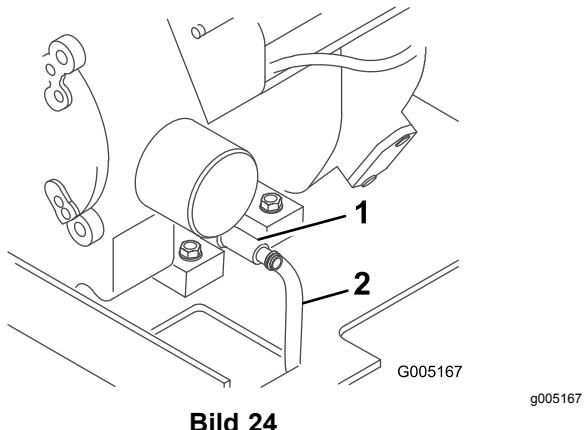

Bild 24
4. Stecken Sie ein Ende des Schlauchs auf das Ablassventil und das andere Ende in eine Wanne (Bild 24).
5. Öffnen Sie das Ablassventil durch drehen gegen den Uhrzeigersinn und gleichzeitig herausziehen (Bild 24).